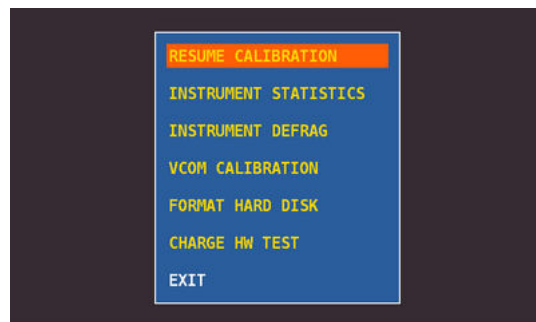

Figura 2: Menu di selezione
4. Selezionare la voce “**RESUME CALIBRATION**” (figura 2), premere l’encoder (ENTER) e attendere l’esecuzione del processo;
- Selezionare la voce "METER" (figura 2) e premere "ENTER" per confermare;
- Selezionare la voce "BATTERY TEST" e selezionare "ON" (figura 2);